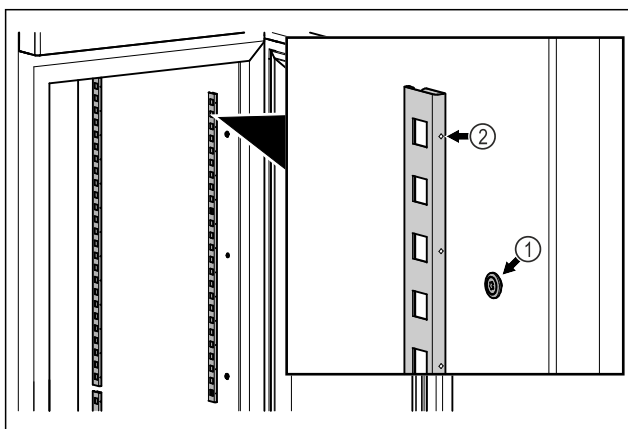

Fig. 56 Примерное изображение
- Навесьте фиксатор на крепление Fig. 56 (1). Отметка Fig. 56 (2) должна располагаться спереди.